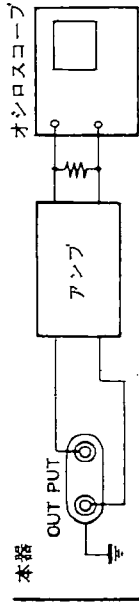

図 6
1. まず図6のように本器、被測器、オシロスコープ(オシロ)コープを接続してください。
2. WAVE FORM⑤を開放状態にして、両端子間開放、振幅の方形波を出力させてください。